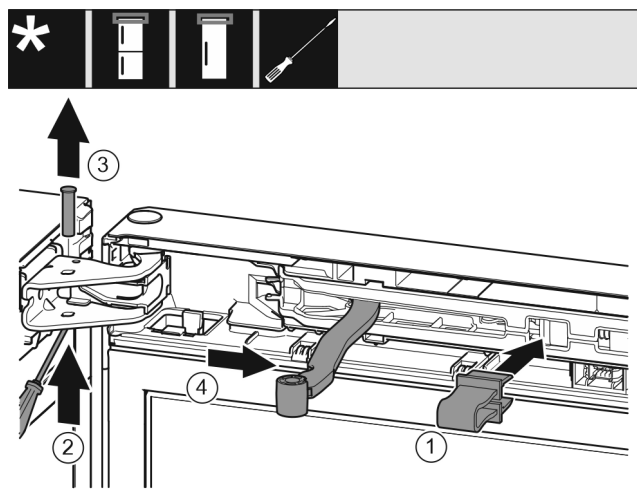

Fig. 9
- Innestare il fusibile Fig. 9 (1) nell'apertura.
- Estrarre il perno Fig. 9 (2).
- Rimuovere il perno Fig. 9 (3) verso l'alto.
- Ruotare il giunto Fig. 9 (4) in direzione della porta.